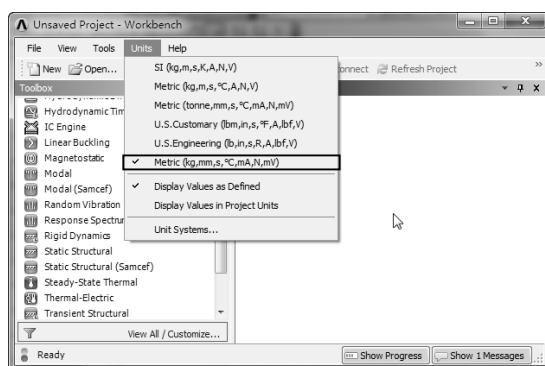

图 6-41 设置分析单位
2) 选择【Units】|【Metric (kg,mm,s,°C,mA,N,mV)】命令,设置分析单位,如图 6-41 所示。